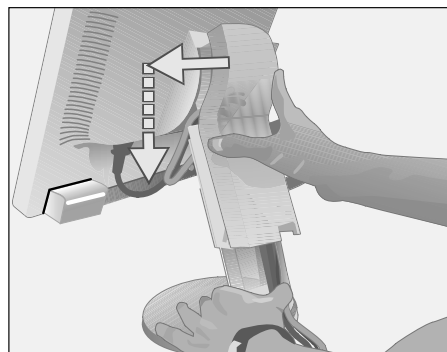

Figura D.1
9. Fissare tutti i cavi insieme e mettere la copertura cavi sul supporto (**Figura D.1**). Per rimuovere la copertura cavi, sollevare il coperchio come illustrato nella **Figura D.2**.